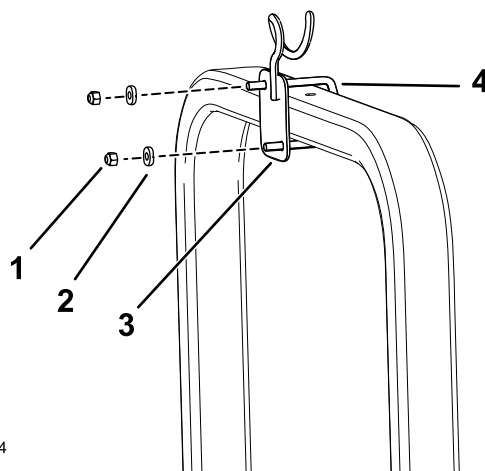

Figure 6
3. Fixez le support du guide-câble du système ROPS au moyen de 1 étrier fileté (4 po), 4 entretoises et 2 contre-écrous (3/8 po), comme montré à la Figure 6.
4. Fixez le support du guide-câble du système ROPS au moyen de 1 étrier fileté (2 po), 4 entretoises et 2 contre-écrous (3/8 po), comme montré à la Figure 6.